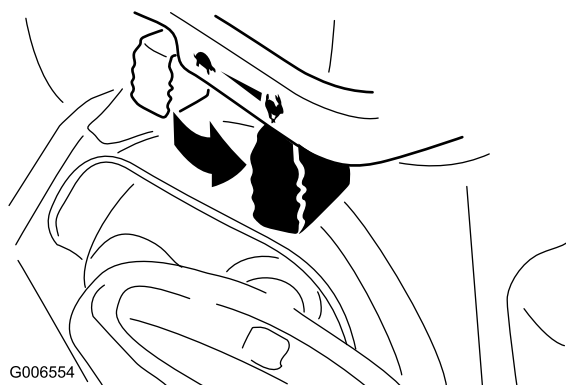

Figure 23
6. Placez la manette d'accélérateur en position haut régime (Figure 23).